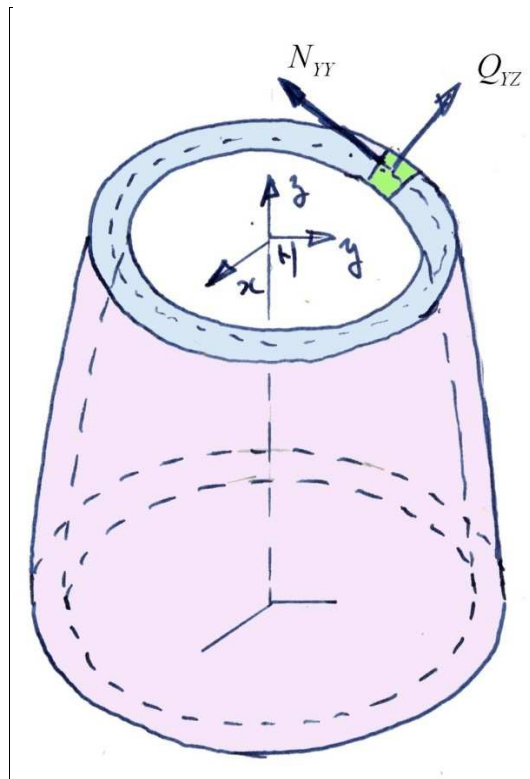

Figure 3 : Portion du divergent
2.4 - On se propose de trouver une équation supplémentaire en écrivant un équilibre global, celui de la portion de divergent représentée par la figure 3. Ecrire cette équation d'équilibre.